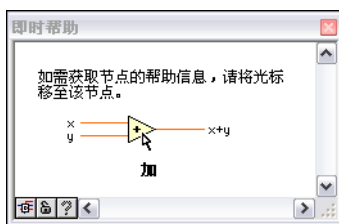

图 2-2 即时帮助窗口
1. 选择**帮助»显示即时帮助**，显示**即时帮助**窗口。如图 2-2 所示。也可在前面板或程序框图上单击**显示即时帮助**按钮，显示**即时帮助**窗口。如图所示。